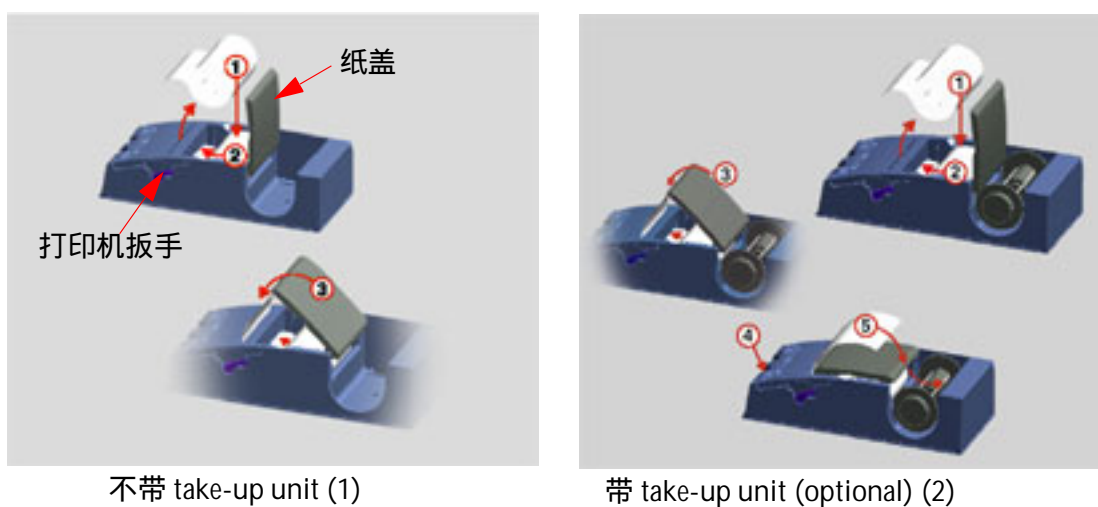

Fig. 19
- 按照纸盖里的指令运行纸的开始端（见图19/1）。
- 按照纸盖里的指令插入纸的开始端（见图19/2）。